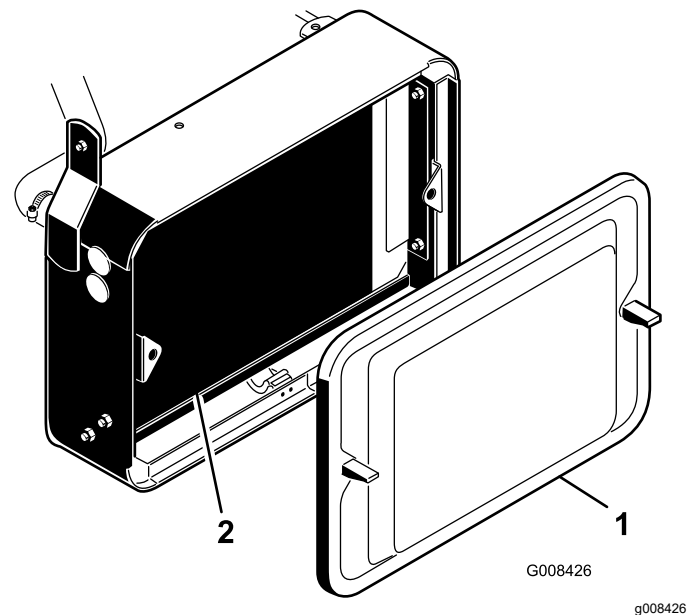

Figura 44
1. Retire la rejilla del radiador (Figura 44).